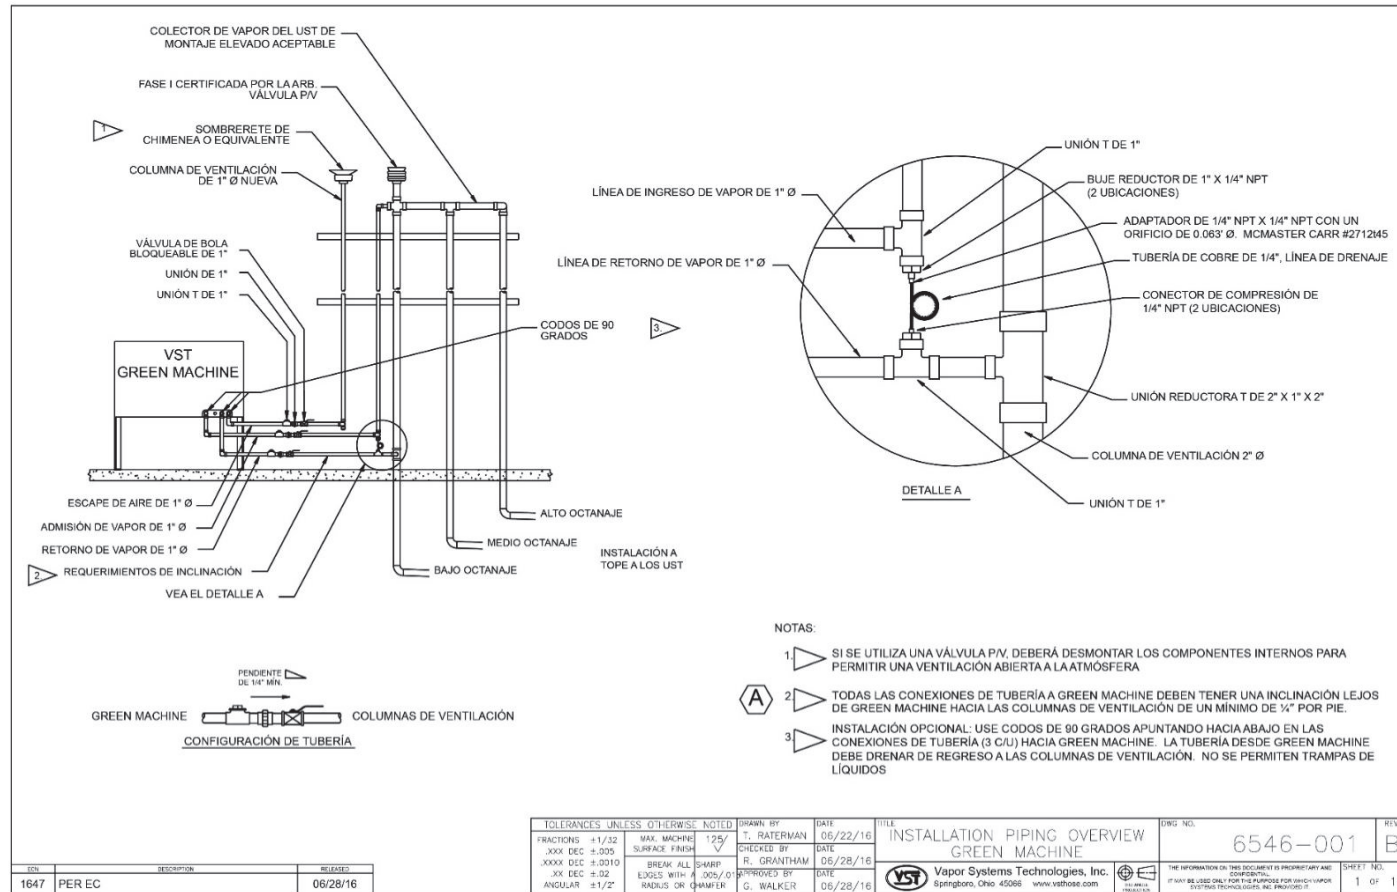

Figura 6-7: Esquema de la tubería de vapores de la GREEN MACHINE
2. En GREEN MACHINE, asegúrese de que se hayan retirado los bloqueos de las tres válvulas de bola, las tres válvulas estén cerradas y las tapas de las tres conexiones en T se hayan retirado. **Vea la Figura 6-7.**